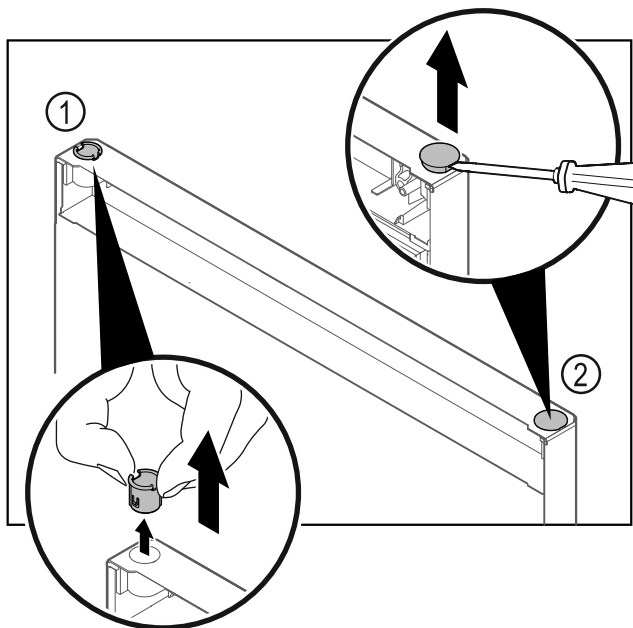

Fig. 23
- ▶ Vedä saranaholkki Fig. 23 (1) sormin pois.
- ▶ Kohota suojanastaa Fig. 23 (2) varovasti uraruuvimeisellillä ja vedä se pois.